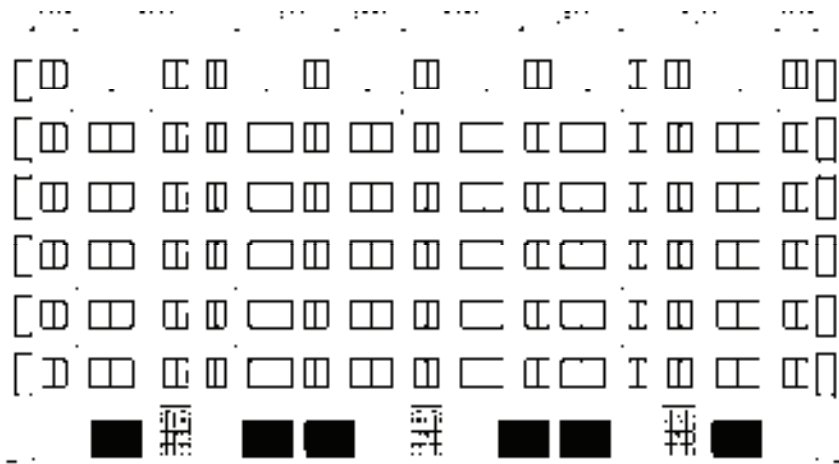

图 14-129 编辑结果
4) 编辑立面装饰线。调用“删除”命令, 删除立面图上的多余线段, 保留的立面装饰线如图 14-129 所示。